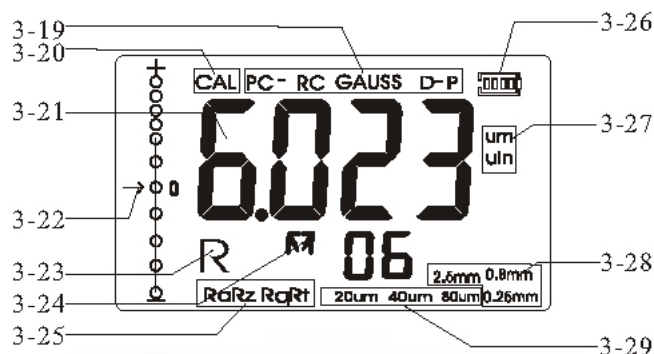

Fig. 3-5
7.2.1. Eenvoudigweg drukken op de toets [DEL/MENU] en deze niet loslaten tot 'FAC' op het display verschijnt. Het duurt ongeveer 16 seconden vanaf beginnen met drukken op de toets [DEL/MENU]. Deze status wordt ook gemarkeerd door 'CAL', zie de Fig. 3-5.